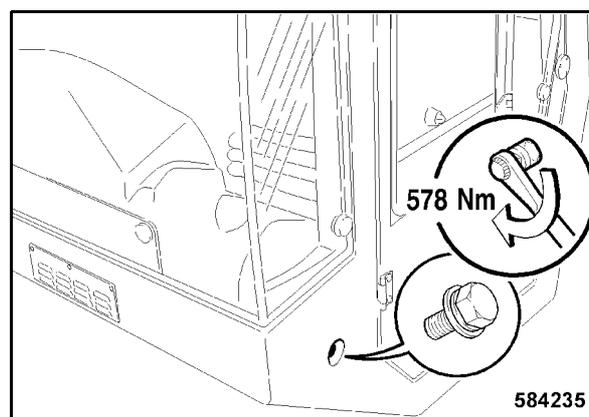

Рис. 220
- Затянуть передние, левые боковые крепежные винты с 578 Нм (Рис. 220).